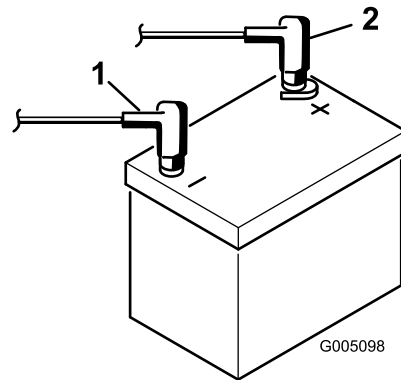

Figure 7
- Raccordez d'abord le câble positif (rouge) de la batterie à la borne positive (+) et le câble négatif (noir) à la borne négative (-) et fixez-les en place avec les vis et les écrous (Figure 7). Placez le capuchon protecteur sur la borne positive pour éviter les courts-circuits.